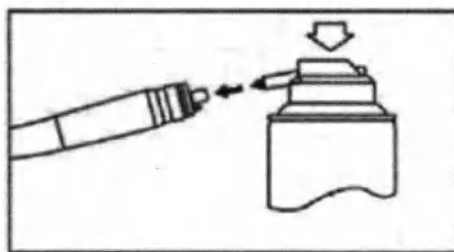

Рисунок 7
- Установите наконечник в баллончик со смазкой (см. рисунок 7);